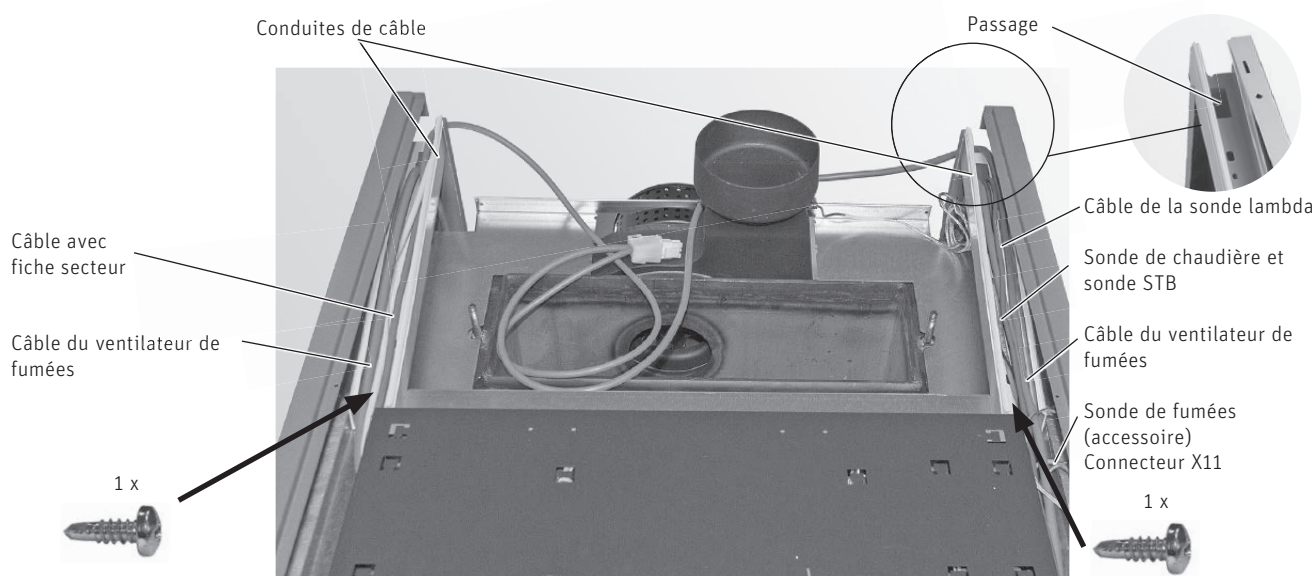

Fig. 54 Tableau de distribution, pose des câbles
- ▶ Fixer les conduites de câbles droite et gauche (passage à l'arrière) à l'avant du tableau de distribution avec 1 vis autotaraudeuse pour chaque côté – Fig. 54.
- ▶ Poser les conduites des sondes vers l'arrière dans la conduite de câbles droite – Fig. 54. Brancher la sonde de fumées (accessoire) sur le connecteur X11 dans le tableau de distribution et la guider également vers l'arrière dans la conduite de câbles droite. Guider toutes les conduites des sondes vers le bas au niveau du passage dans la conduite de câbles.
- ▶ Poser les deux câbles du ventilateur de fumées vers l'arrière dans les conduites de câbles – Fig. 54.